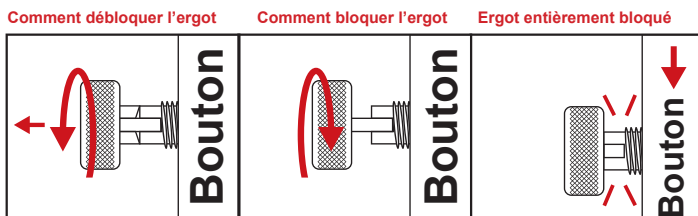

Fig. 1A
**AVERTISSEMENT :** S'assurer que les boutons de réglage sont complètement sortis et bloqués en place avant de faire fonctionner. Fig. 1A